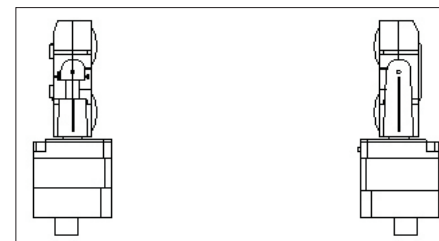
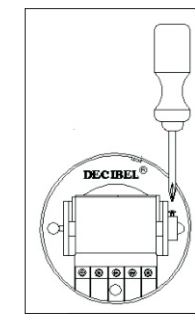

Figura 9
Figura 10
- Localize uma unidade de frente a outra unidade conforme a figura 9 e utilize os ajustes vertical e horizontal (figura 10) até que o led indicativo de sintonia da unidade receptora apague;